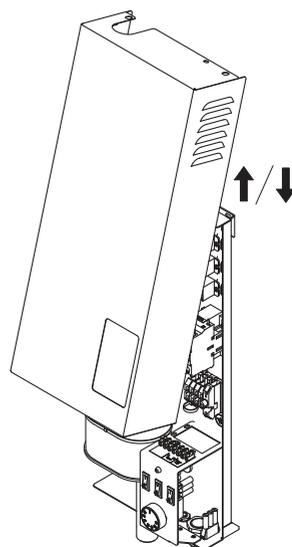

Рис.17 Демонтаж кожуха
- Выдвинуть на себя нижнюю часть кожуха в соответствии с **Рис.17**;
- Надеть кожух котла на зацепы в верхней части котла в соответствии с **Рис.17**;